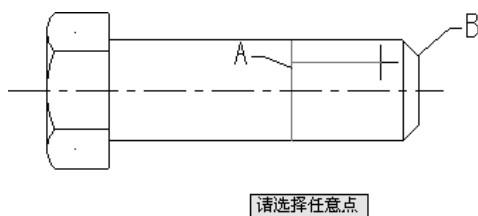

图 3-55 选取直线
② 根据提示，在绘图区内选择直线 A，系统提示“选择任意点”，如图 3-55 所示。